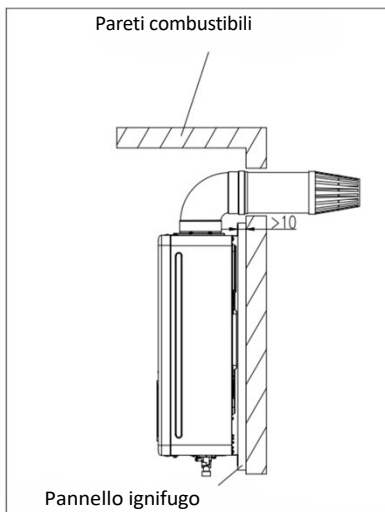

Fig. 8 (Unité : mm)
- Quando i materiali delle stanze di installazione sono combustibili o infiammabili, è necessario utilizzare un pannello ignifugo per isolare, una piastra resistente al calore e uno spazio murale superiore a 10 mm, e la dimensione della piastra riscaldante deve essere superiore di 10 mm a quella del guscio dello scaldabagno. (Fig. 8)